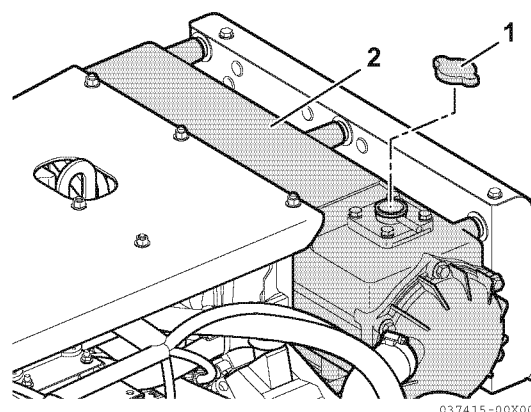

Figura 6
2. Desaperte o tampão de enchimento (1, **Figura 6**) do depósito do líquido de arrefecimento para libertar a pressão e depois retire o tampão.
3. Abasteça o depósito lentamente com líquido de refrigeração (2, **Figura 6**) para evitar a formação de bolhas de ar. Encha até que o líquido de arrefecimento saia para fora do bocal de enchimento.